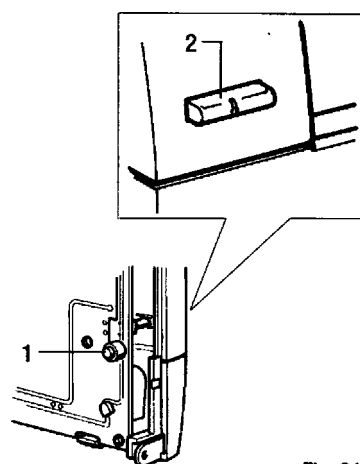

Fig. 31
2. Нажать и держать нажатой кнопку (рис. 31 поз. 1). Дисплей полностью погаснет.
3. Нажать кнопку «↓» (рис. 31 поз. 2) на лицевой стороне пульта управления.
4. Отпустить кнопку (рис. 31 поз. 1), и на дисплее загорится надпись «CNF».
5. Отпустить кнопку (рис. 31 поз. 2) на лицевой стороне пульта управления.